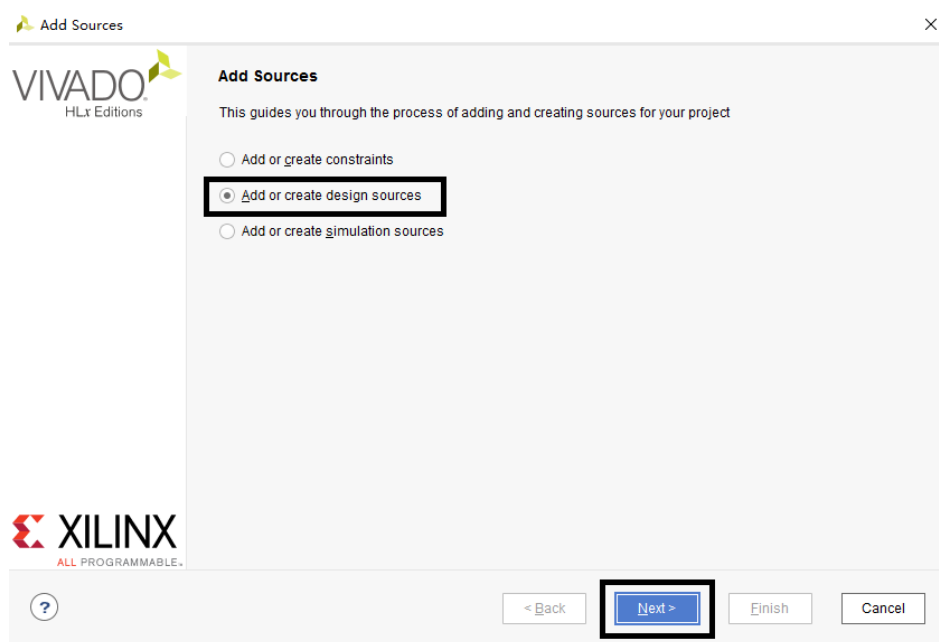

图 1-9 Add Sources 窗口
(2). 在弹出的 Add Sources 窗口中, 如图 1-9 所示, 选择 Add or create design sources 用于添加或创建 HDL 设计源文件, 单击 Next 进入下一步。